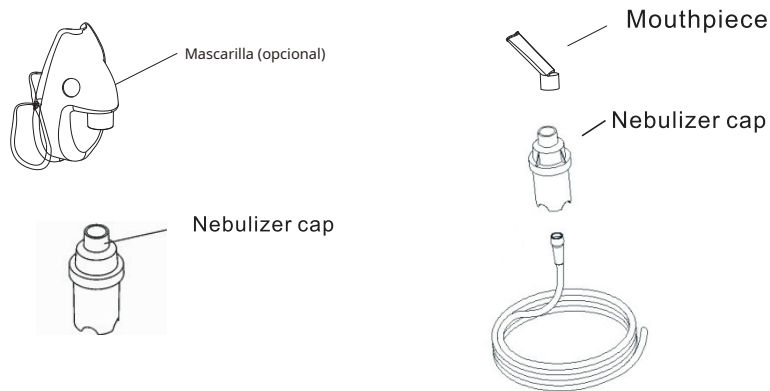

Figura 4
7. Si usa la máscara (opcional), presiónela directamente en la tapa del nebulizador (Figura 4). Si usa la boquilla, conéctela firmemente a la tapa del nebulizador. La tapa está diseñada para ajustarse firmemente (Figura 4).